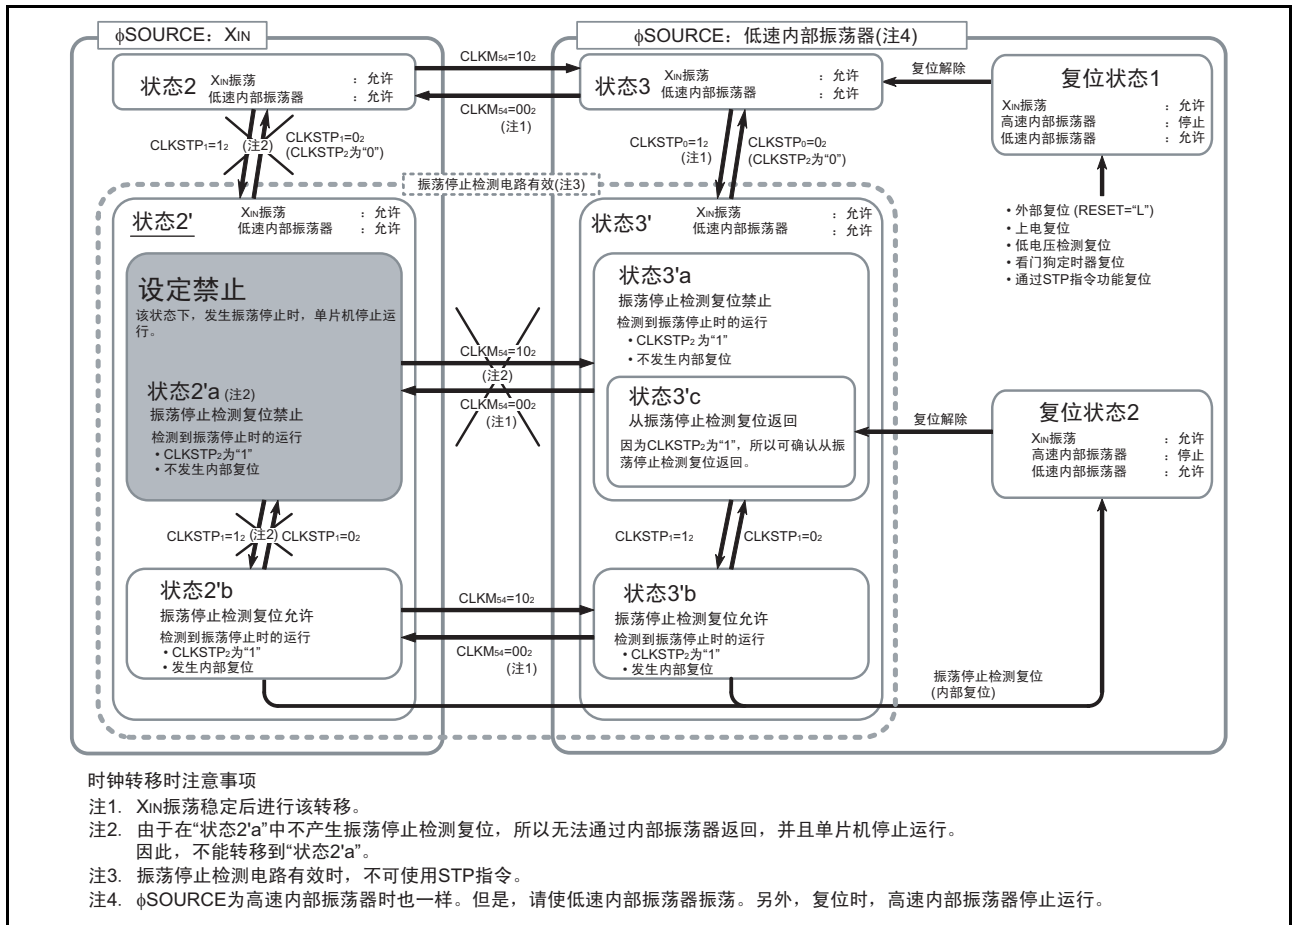

图 68 振荡停止检测电路的状态转移图
1. 由于在“图68 振荡停止检测电路的状态转移图”所记载的“状态2'a”中，即使XIN的振荡停止也不产生复位，并且单片机停止运行，因此不可转移到“状态2'a”。